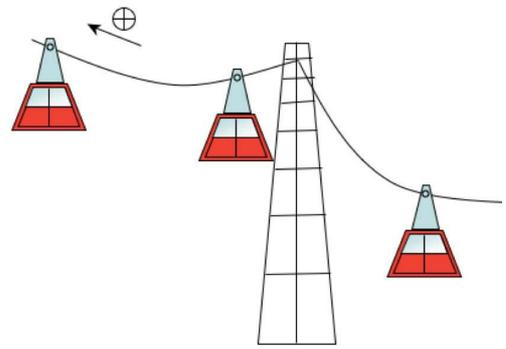

FIGURE 3 – Translation curviligne.
- Lorsque les trajectoires des divers points sont des courbes, celles-ci sont superposables, et la translation est **curviligne**. C'est le cas d'une cabine de téléphérique par exemple (figure 3).